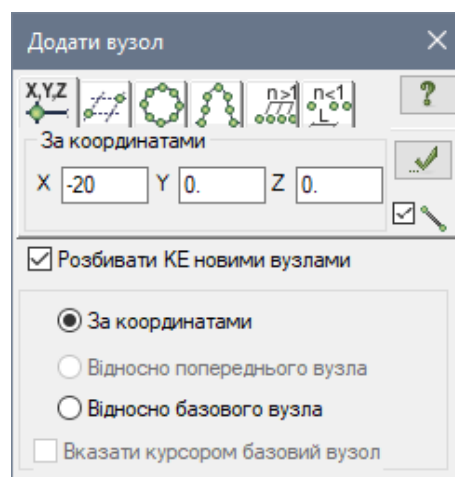

Рис. 8.4. Діалогове вікно Додати вузол
- В цьому діалоговому вікні задайте координати лівого нижнього вузла (рис. 8.4):